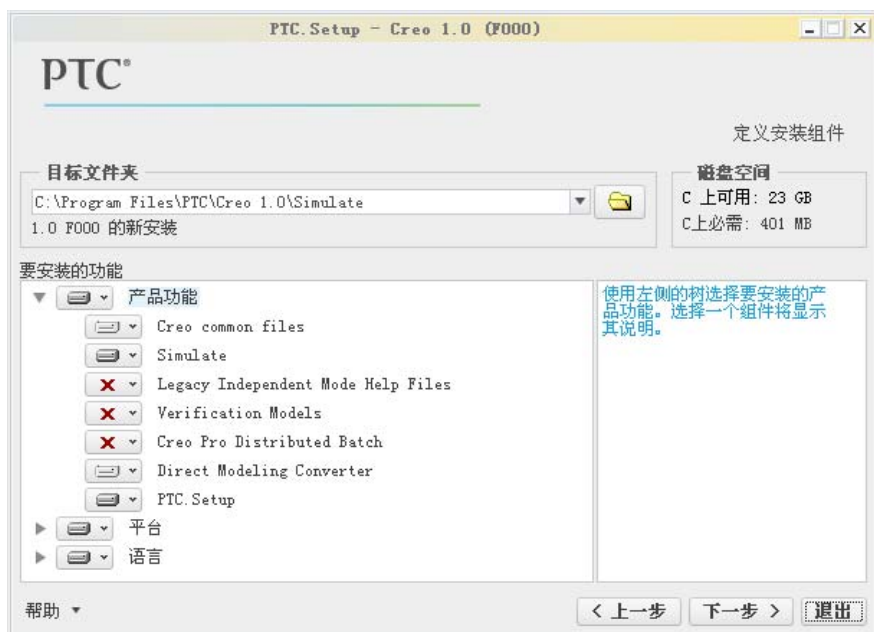

图 1.3.7 定义安装组件
Step2. 系统弹出图 1.3.7 所示的对话框, 采用系统默认设置值, 单击 **下一步 >** 按钮。